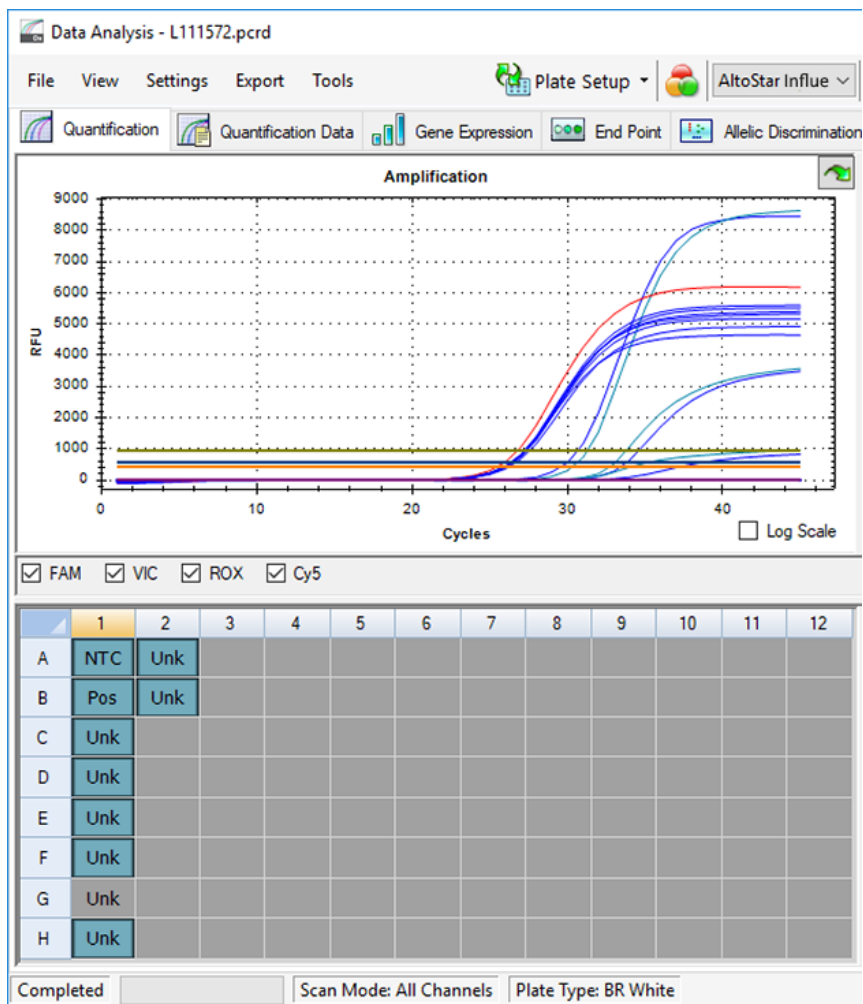

Figura 8: Janela Data Analysis (Análise de Dados): poço excluído
- O poço selecionado é excluído da análise. Não serão gerados resultados para este poço (consulte a figura 8).